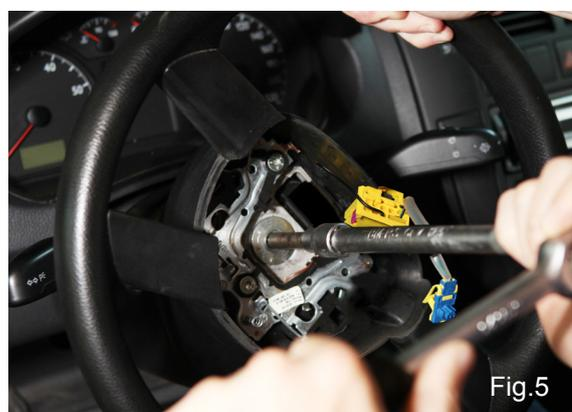

Fig.5
8. Allentare la vite di fissaggio del volante (Fig. 5), quindi rimuoverla. Estrarre con cautela il volante.